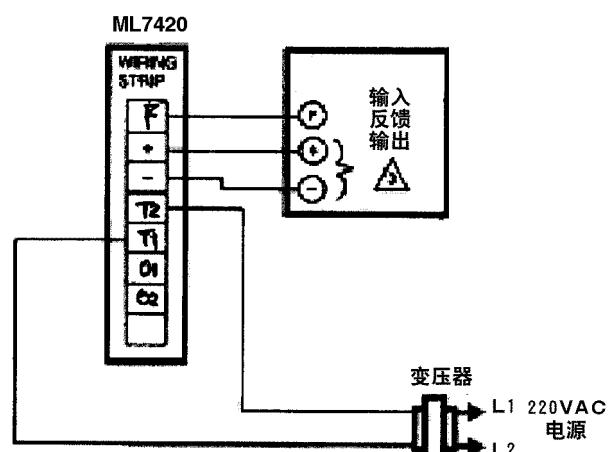
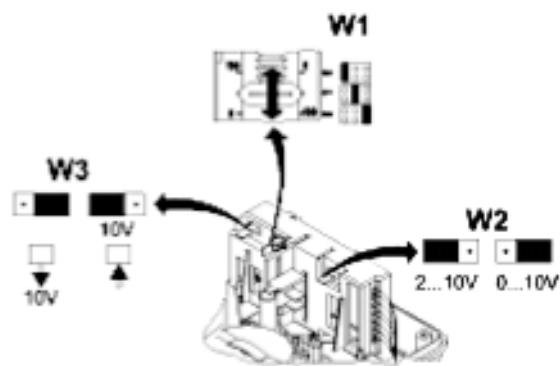

图 6 ML7420 与带反馈输出的控制器的连接示意
图 11, W1, W2 和 W3 选择开关位置。
2. 按图 6~10 进行接线（如需要现场改变功能特性，选择插头的改变按图 11 进行）
模拟信号在工厂设为 0 ~ 10Vdc，改变 W2 选择插头可改变为 2 ~ 10Vdc。W1, W2 的位置看图 11 在 PCB 保护片的背后